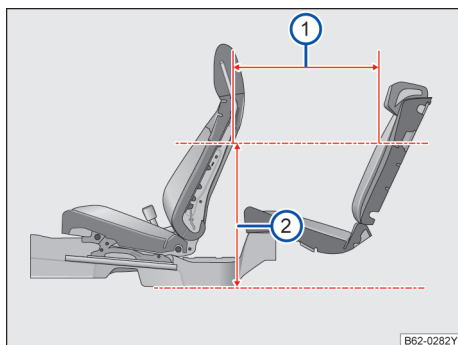

图 67 座间距
当前后排座椅都位于设计位置时，在距离地板位置 748.8mm 处→图 67 ②，座间距为 766.7mm
→图 67 ①。